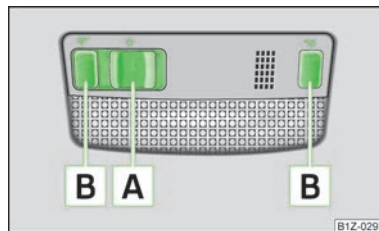

Fig. 29
- Dacă apăsați comutatorul **A** » fig. 29 spre marginea lămpii, apare simbolul
- Apăsați comutatorul **A** » fig. 29 în poziția mediană **O**.
- Apăsați comutatorul **A** » fig. 29 înspre centrul lămpii, apare simbolul
- Apăsați comutatoarele **B** » fig. 29, pentru a aprinde, respectiv stinge lămpile de lectură.